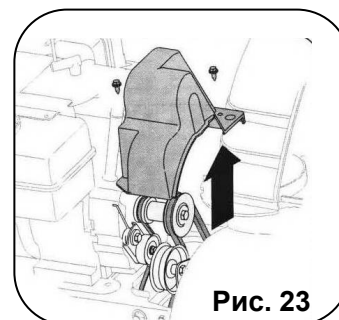

Рис. 23
1. Снимите крышку ремня в передней части двигателя, открутив два самонарезных винта (см. Рис.23).